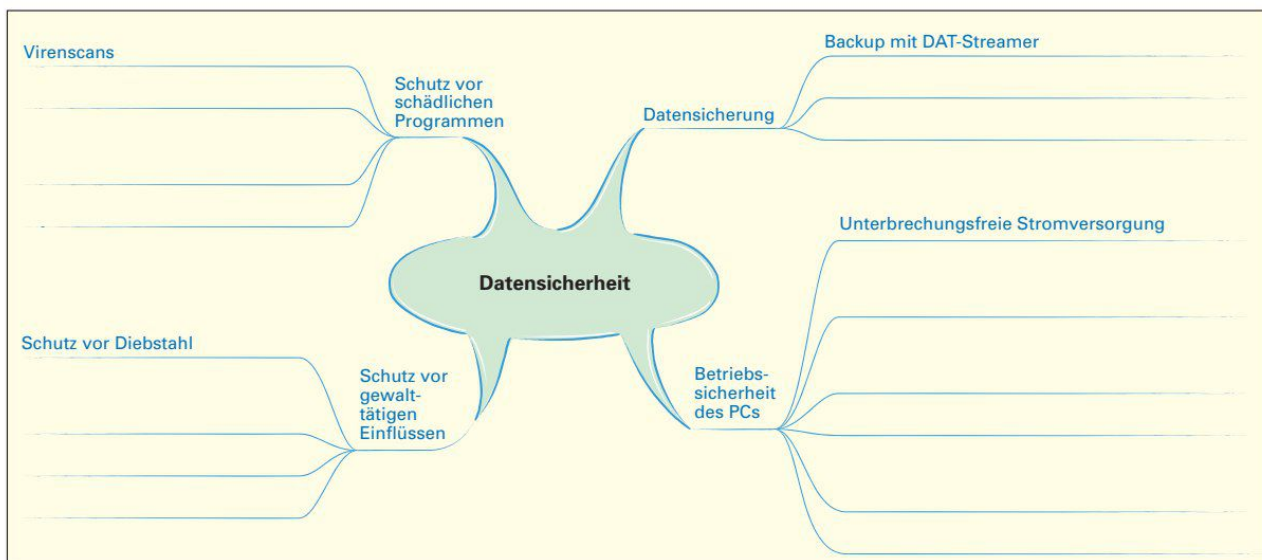

Bild 2: Herstellen von Datensicherheit
2. Ergänzen Sie die Mindmap (**Bild 2**) mit Inhalten zum Thema Datensicherheit.